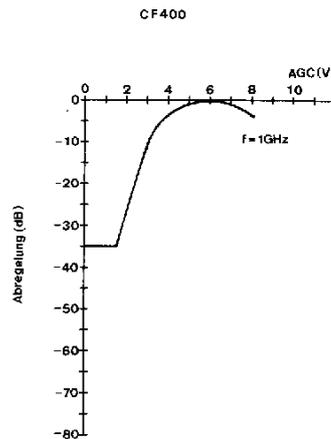

Fig. 17: Regelverlauf
3.5.5 Regelverhalten der Verstärkerstufe (Fig. 17)